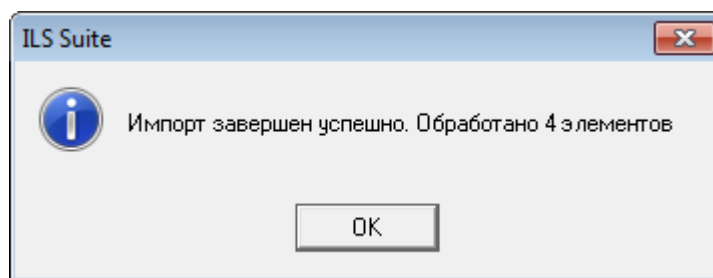

Рис. 12-33 – Информационное сообщение о завершении импорта
9) Для выполнения процедуры импорта нажать кнопку «Импорт». После его завершения откроется информационное окно, представленное на рис. 12-33.